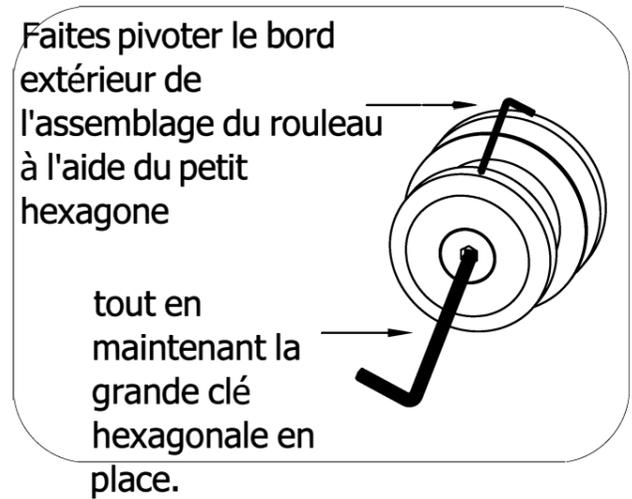

Fig. 21
Remarque : Sur la figure 21, l'emplacement des trous pour la fixation du séparateur du rail de la porte coulissante doit être à $1 \frac{13}{16}$ " du bord du grand verre fixe (3).
Voir la figure 21 pour plus de détails.